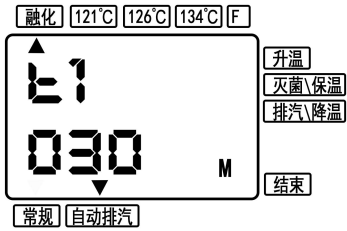

图 15
④融化时间设定：可参照第②小节（设置灭菌时间）的操作步骤进行设定（图 15），设定结束按一下“设定”键保存。